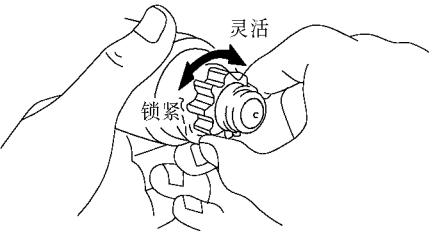

图 6-19 逆时针方向撬动离合器小齿轮
(2) 检查离合器。顺时针方向转动离合器小齿轮，检查转动是否灵活，向逆时针方向撬动离合器小齿轮，检查是否锁紧，如图 6-19 所示。